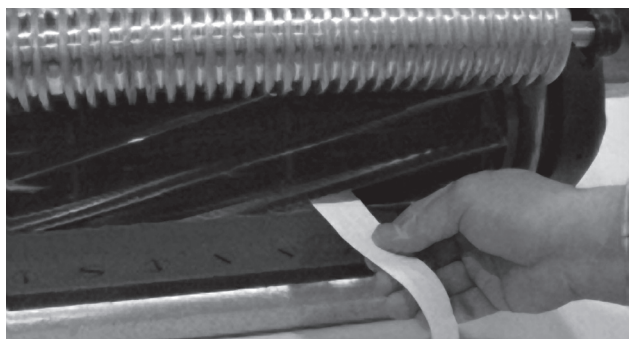

図9
3. リールの左右いずれかの端を選び、リールと下刃の間に、長く切った新聞紙片を差し入れる (図9)。リールをゆっくり前回転させながら下刃調整ネジを締め (新聞紙を入れた側の調整ネジを、1目盛りずつゆっくりと)、新聞紙を前から (ベッドナイフの上面に平行に) 入れると軽く挟まれる程度に調整する。新聞紙を引き抜くのに軽い力が必要な程度でよい。
5. 両側とも調整ができれば最終確認を行う：紙片をリールの前から差し込んだ時にははさむだけ、下から差し込むと切れるのが適切な調整である (図9)。リールと下刃のごくわずかの接触で紙が切れなければいけない。接触を強くしないと切れない場合には、鋭利な刃先を取り戻して精密なカットができるようにバックラップか研磨を行うことが必要 (Toro研磨マニュアルを参照)。